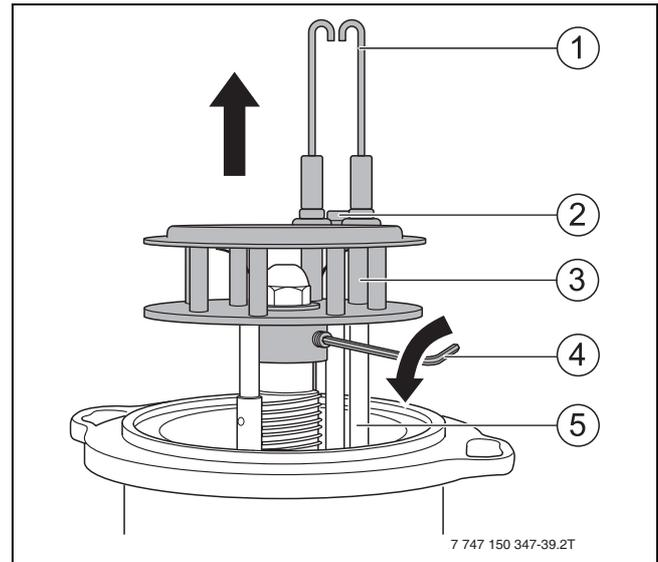

Bild 38 Mischsystem ausbauen
- ▶ Schraube (Bild 38, [2], Seite 24) zwischen den Zündelektroden lösen.
- ▶ Zündelektrode (Bild 38, [1], Seite 24) ausbauen.
- ▶ Mischsystem mit Gewindestift (→Bild 38[4], Seite 24) sichern.